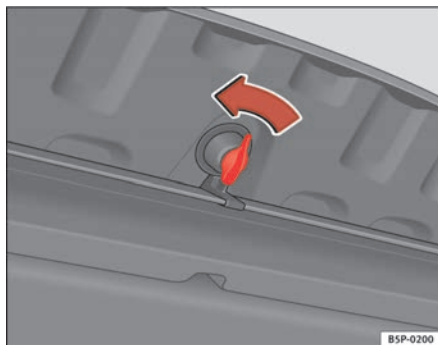

Abb. 122 Öffnen des Ablagefachs
⇒ Abb. 122. Zum Öffnen dieses Ablagefachs drehen Sie den Verschluss\* um 90°.
- Zum Öffnen des Ablagefachs drehen Sie den Verschluss\* um 90° ⇒ Seite 155, Abb. 122.